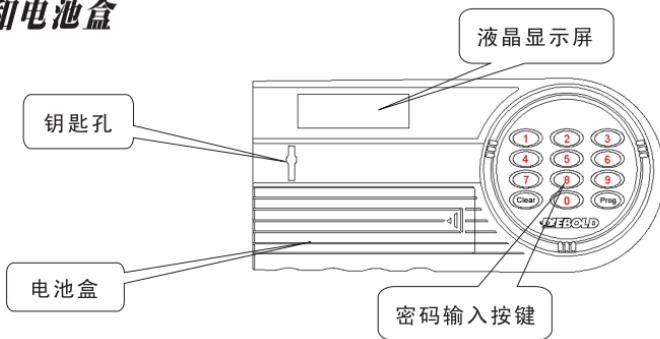

图4 面板
- 按照第4页图3所示，先将超控钥匙插入图4所示的钥匙孔，顺时针 ↗ 旋转 $40^{\circ} \sim 50^{\circ}$ ，然后逆时针 ↘ 转至原位后拔出。再将主钥匙插入该钥匙孔，顺时针 ↗ 旋转到位。最后，顺时针 ↗ 转动执手，将门打开。
- Insert the override key into the keyhole (Figure 4, P.4), turn it clockwise for  $45^{\circ} \sim 50^{\circ}$ , then return it counterclockwise to its reference position and remove it. Now insert the lock key into the keyhole, turn it clockwise to the end followed by turning the handle clockwise to open the door.
1. 请将保险柜的主钥匙插入面板上的钥匙孔（请注意钥匙的方向，见图3和图4）；
请将保险柜的主钥匙插入面板上的钥匙孔（注意钥匙的方向，见图3和图4）；
1. 将主钥匙插入面板上的钥匙孔（注意钥匙的方向，见图3和图4）；
1. 插入超控钥匙并顺时针转动到位（约转动45度～50度），再逆时针返回并拔出超控钥匙（见图3和图4）；